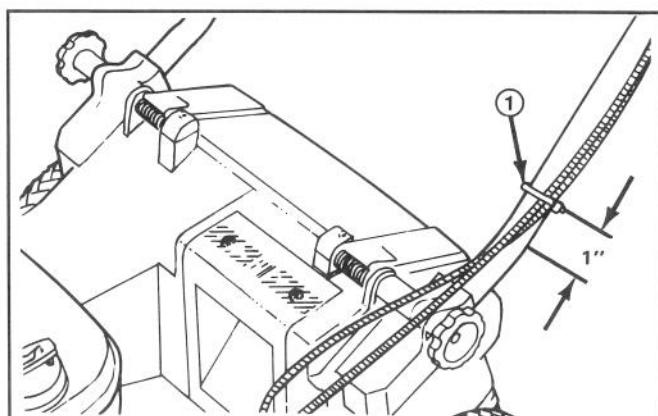

Figura 3
6. Utilice la abrazadera para asegurar el cable o cables a la parte inferior del tubo del lado izquierdo (Fig. 3). La abrazadera debe colocarse a 2,5 cm (1 pulg.) del codo de la manija. Para la colocación correcta del cable, vea la Figura 3.
- Figura 3**